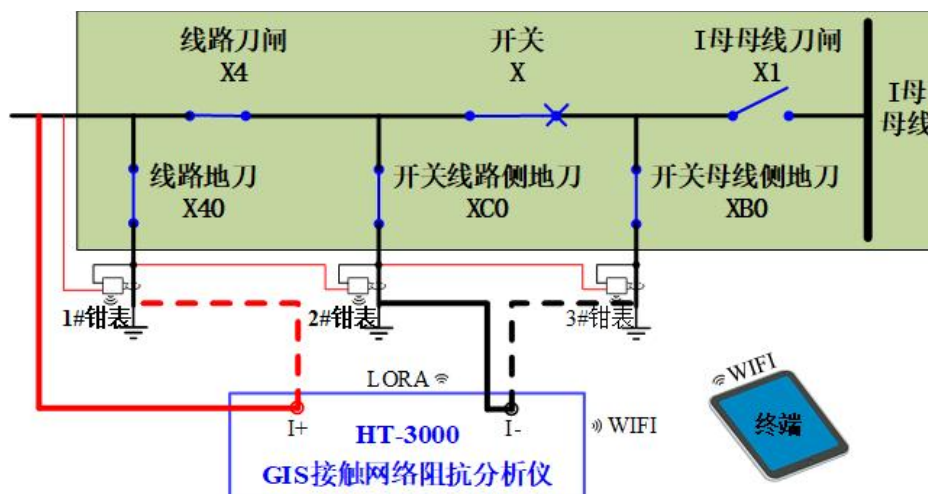

图 23 单间隔内部测量接线图
- 2) 做好第一次施加激励前的接线准备（注意当测试电流超过 400A 时，需将两条功率线并联使用），接线请参考图 23：
- 通过“红色功率线”连接仪器的“**I+接线端子**”和“间隔出线点”，如图 23 中加粗的红色实线所示；
- 通过“黑色功率线”连接仪器的“**I-接线端子**”和“地刀 C0 接地点”，如图 23 中加粗的黑色实线所示；
- 通过“红色功率线”连接仪器的“I+接线端子”和“间隔出线点”，如图 23 中加粗的红色虚线所示；
- 通过“黑色功率线”连接仪器的“I-接线端子”和“地刀 C0 接地点”，如图 23 中加粗的黑色虚线所示；